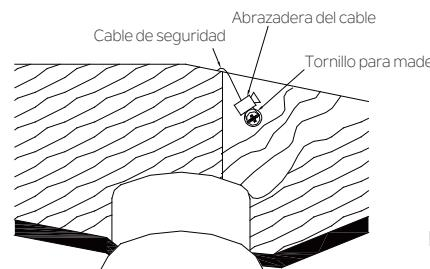

Figura 12
Paso 2. Inserte el cable de seguridad a través del soporte de montaje y uno de los orificios de la caja de salida en el techo. Tire del cable adicional a través de la abrazadera del cable para ajustar la longitud del cable de seguridad para alcanzar el tornillo y la arandela plana hasta que la longitud total sea adecuada, vuelva a colocar el extremo del cable a través de la abrazadera del cable, formando un lazo en el extremo del cable. Apriete firmemente la abrazadera del cable. Ahora, coloque el lazo en el extremo del cable de seguridad sobre el tornillo para madera y debajo de la arandela plana. Apriete firmemente el tornillo para madera. (**Figura 12**)